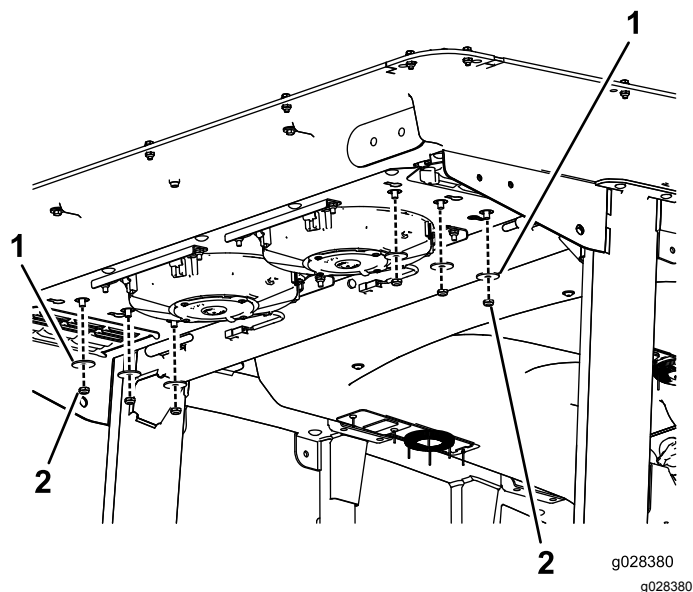

Figura 136
- Togliete 6 dadi e rondelle dal fondo della parte posteriore della cabina (Figura 136).